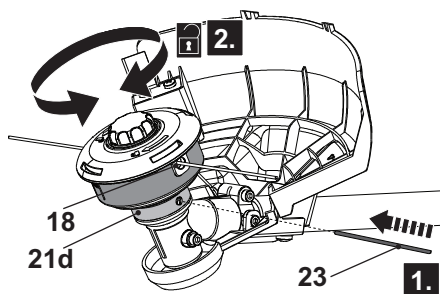

Fig. 28
1. Retournez le produit pour accéder à la tête de coupe (18).
2. Faites tourner la tête de coupe (18) jusqu'à ce que le trou de la bride de raccordement (21d) soit aligné avec l'encoche de la tête d'engrenage.
3. Insérez la tige de verrouillage de la broche (24) dans le trou pour bloquer la broche (21e) (Fig. 28, étape 1).
4. Desserrez à la main la tête de coupe (18) dans le sens des aiguilles d'une montre (Fig. 28, étape 2) et retirez-la de la broche (21e).